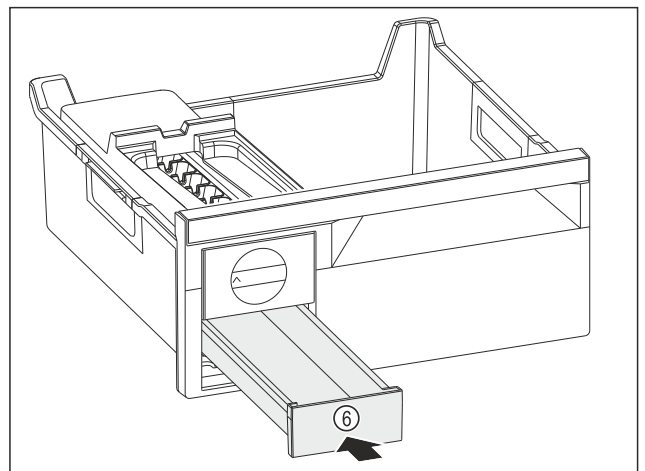

Fig. 146
- ▶ Eiswürfelschubfach Fig. 146 (6) einschieben.